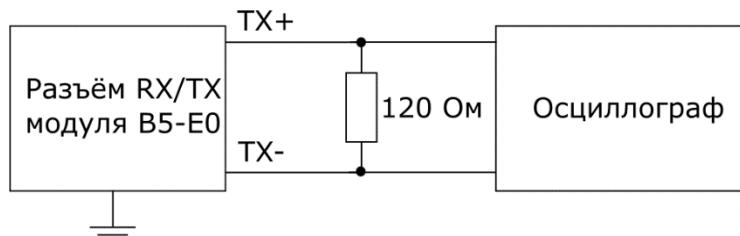

Рисунок 10.3. Схема подключения
Определение параметров выходных импульсов выполняется для режима сонаправленного и противонаправленного стыка в соответствии со схемой, приведённой на рис. 10.3.
- Анализатор подключают в соответствии со схемой на рис. 10.3.
1. Анализатор подключают в соответствии со схемой на рис. 10.3.